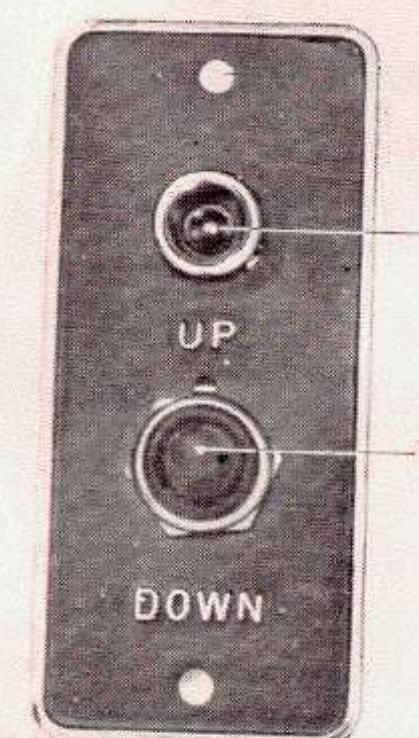

Fig. 15 Manöverpanel, drevlyft, 250
För lyftens manöverströmbrytare (se fig. 15) till läge "up" tills varningslampan tändes och håll sedan strömbrytaren kvar ytterligare 2 till 4 sekunder. Härvid undvikes att propellern och utombordsdrevet skadas vid eventuell grundkänning.
5. Kontrollera att utombordsdrevet är nedfällt (se anvisning fig. 15).